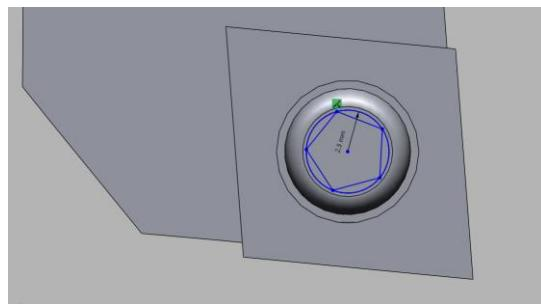

图 4.85 绘制完成的草图
27) 点击圆图标 ，弹出圆对话框，捕捉圆心，画半径为 2.3mm 的圆，点击确定，删除变换要素的圆，点击多边形图标 ，绘制多边形，如图 4.85 所示，点击退出图标  退出草图。